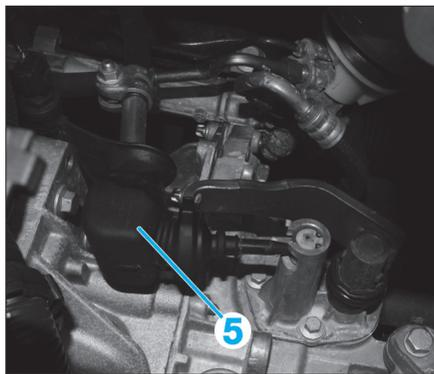

Fig. 59
- Extraire la protection en caoutchouc (5) du levier de commande de boîte de vitesses (Fig.59).